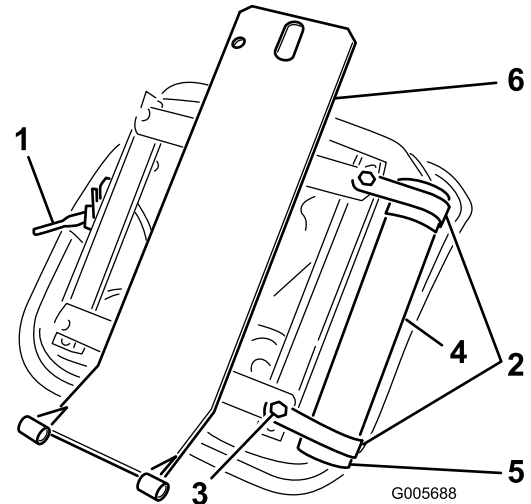

Figure 12
2. Fixez sans les serrer les 2 colliers en R au côté droit de la base du siège avec 2 vis d'assemblage et rondelles plates fournies avec le kit (Figure 12). Placez le tube de rangement du manuel dans les colliers en R et serrez les vis d'assemblage (Figure 12).
3. Montez le support de siège sur quatre goujons filetés sur la base de l'ensemble suspension et fixez-le en place avec des écrous à embase (Figure 12).